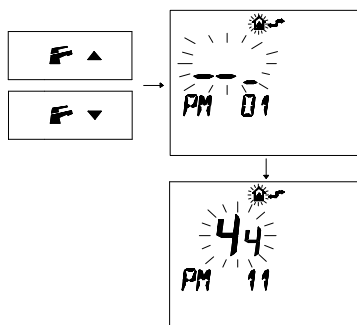

Figura 5.39
- Premere i pulsanti **F** o **F** per visualizzare la programmazione "PM11" della postcircolazione pompa (Figura 5.39).